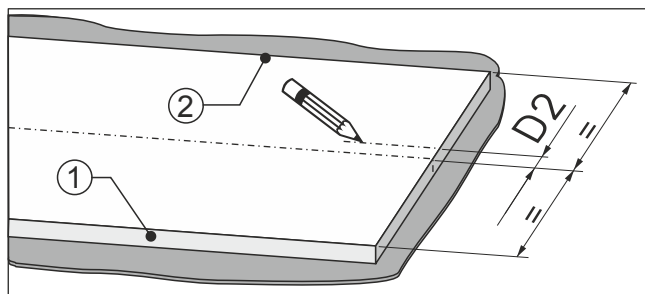

Fig. 96
- ▶ От центъра на мебелното чело измерете размера Fig. 96 (D2) в посока на страната на отваряне на вратата Fig. 96 (2).